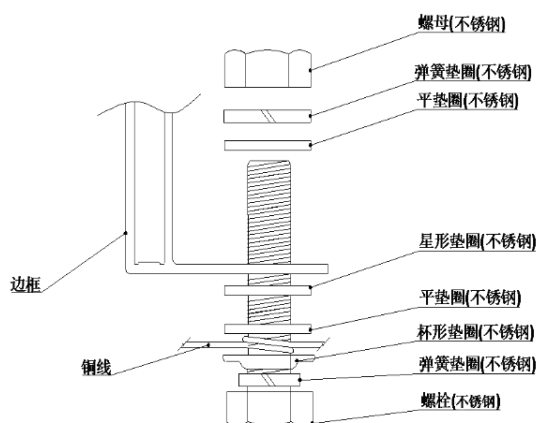

图23 接地线配合螺栓安装示意图
- 使用接地线配合螺栓安装：接地螺栓建议使用不锈钢材质，用在指定的接地孔上。首先插入不锈钢螺栓穿过弹簧垫圈、杯形垫圈、平垫圈、星形垫圈，然后通过边框的接地孔、平垫圈、弹簧垫圈，最后使用螺母拧紧，安装示意图见图 23。